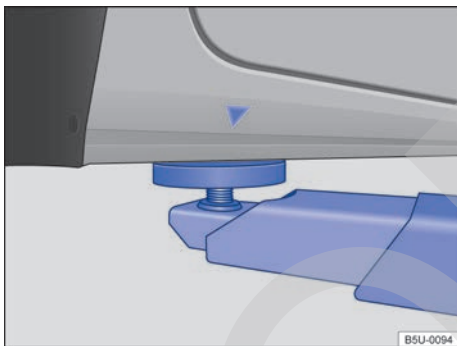
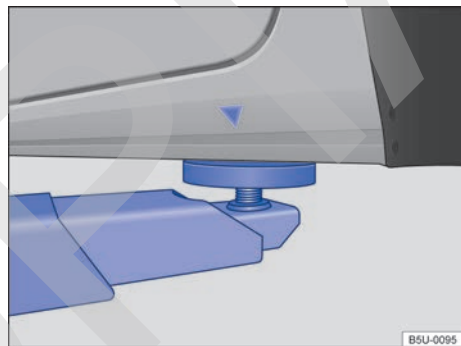

Fig. 147 Puntos de apoyo delanteros para la suspensión con plataforma elevadora o con gato.
Fig. 148 Puntos de apoyo traseros para la suspensión con plataforma elevadora o con gato.
El vehículo debe ser suspendido solamente por los puntos indicados en las figuras ⇒ fig. 147 y ⇒ fig. 148. Si el vehículo no está suspendido por los puntos indicados, pueden ocurrir daños en el vehículo ⇒ ⚠ y lesiones graves ⇒ ⚠.
- Suspender el vehículo solamente por los puntos indicados en las figuras ⇒ **fig. 147** y ⇒ **fig. 148**. Si el vehículo no es suspendido por los puntos indicados, puede caer de la plataforma elevadora cuando, por ejemplo, se desmonta el motor o la suspensión.